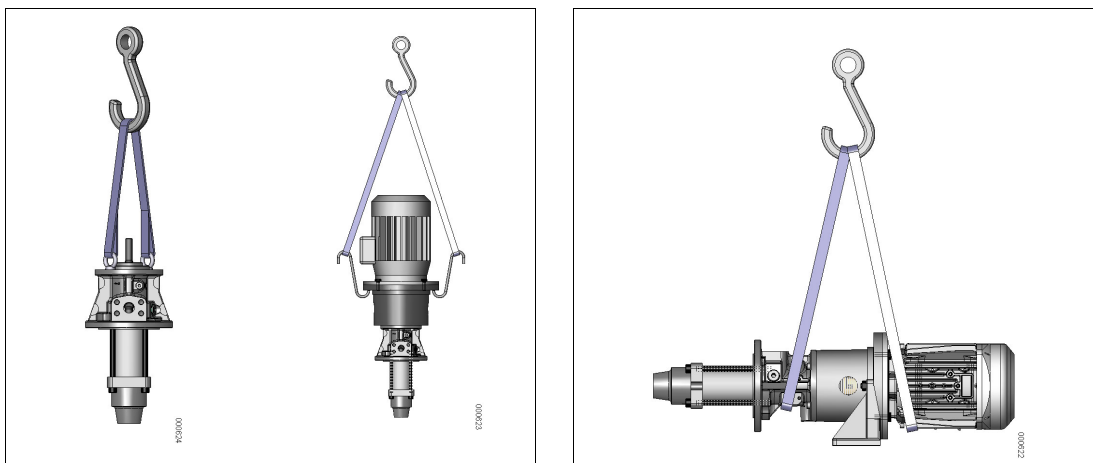

Fig. 1 Elevación de la bomba / del grupo de bombas
- ▶ Fije el mecanismo de elevación de acuerdo con la ilustración 1.